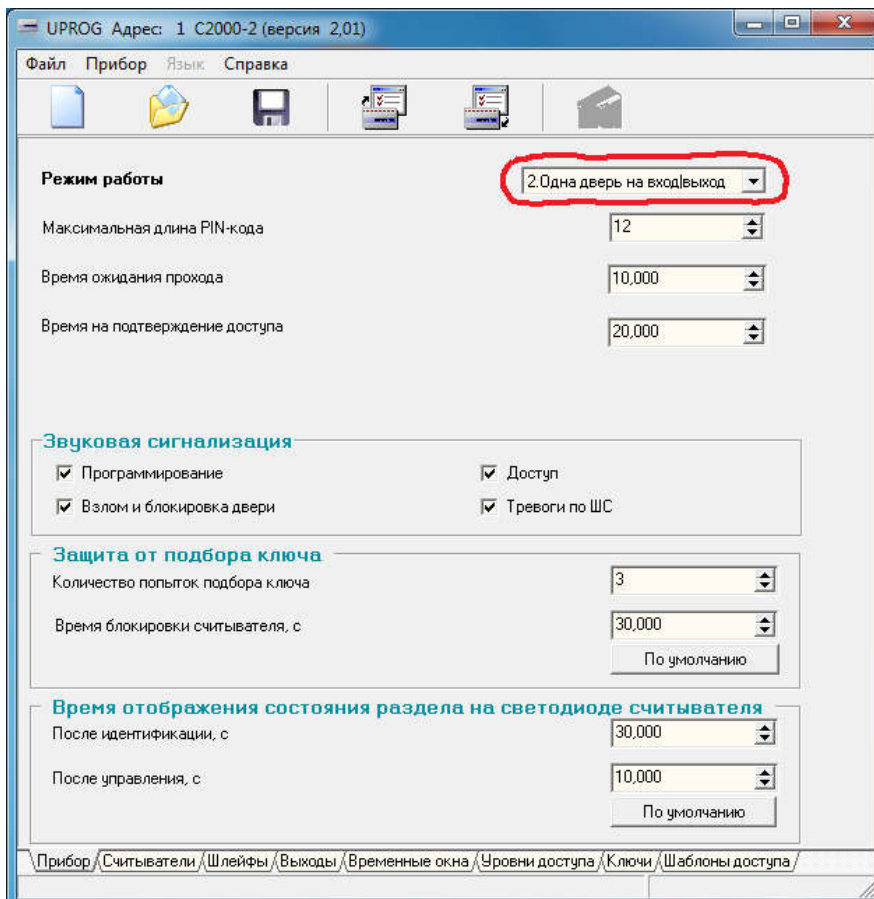
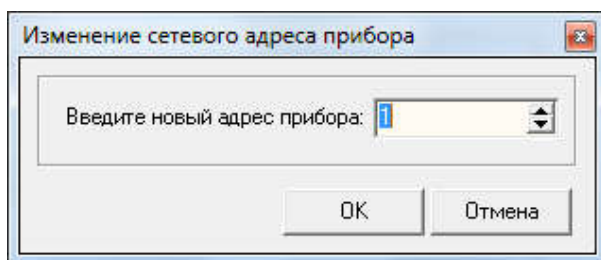
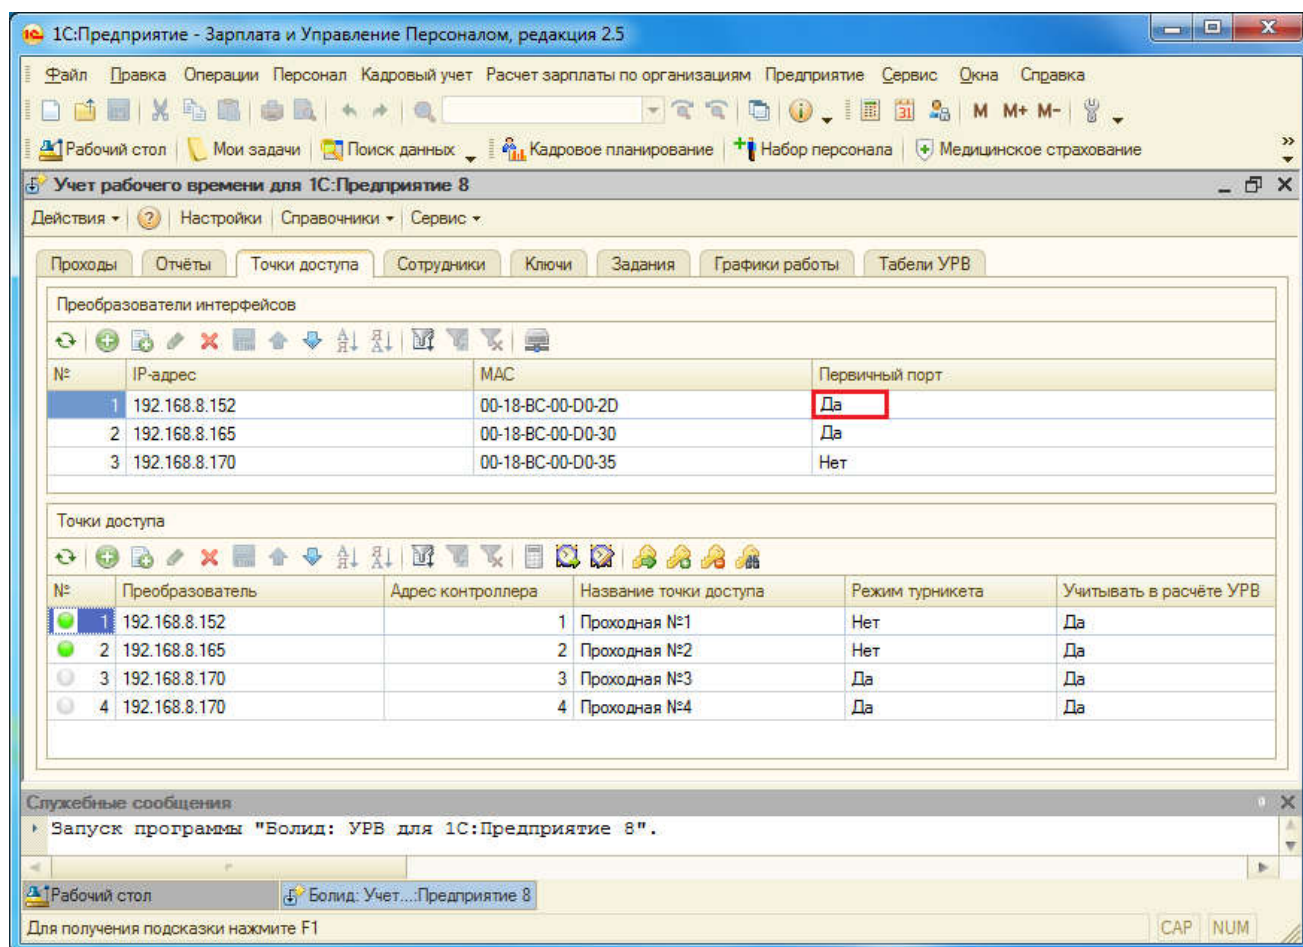

Рис. 12. Конфигурирование контроллера доступа C2000-2, закладка «Прибор».
Рис. 14. Изменение сетевого адреса контроллера доступа C2000-2.
Рис. 16. Страница «Точки доступа».
9) Сконфигурировать контроллер доступа C2000-2. На закладке «Прибор» (см. рисунок 12) установить режим работы «Одна дверь на вход|выход» либо «Турникет». Эта настройка должна соответствовать параметру точки доступа программы УРВ для 1С (см. рисунок 16), где в колонке «Режим турникета» устанавливается значение «Нет» или «Да».
Изменение сетевого адреса контроллера доступа C2000-2 выполняется из главного меню программы UProg путём выбора пункта меню «Прибор→Изменение сетевого адреса». В открывшемся окне (см. рисунок 14) задаётся сетевой адрес прибора в диапазоне 1..127. Этот же адрес задаётся в параметрах точки доступа программы УРВ для 1С (см. рисунок 16), в колонке «Адрес контроллера»;
- На закладке «Точки доступа» добавить сначала преобразователи интерфейсов, затем, точки доступа (предварительно сконфигурированные и подключенные контроллеры доступа). Первичный порт для начала установить значением «Да». Сохранить настройки и перезапустить службу «Орион2-Интерфейс» и программу «УРВ для 1С». Если все выполнено правильно, то напротив каждой точки доступа будет видна индикация в виде зеленого кружка (см. рисунок 16).